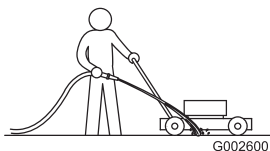

рис. 18
1. Во время работы двигателя на ровной, твердой поверхности полейте водой из шланга перед задним правым колесом (рис. 18). Вода попадет в зону работы ножа и очистит его от мусора.